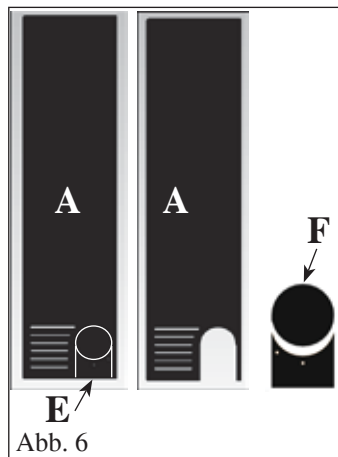
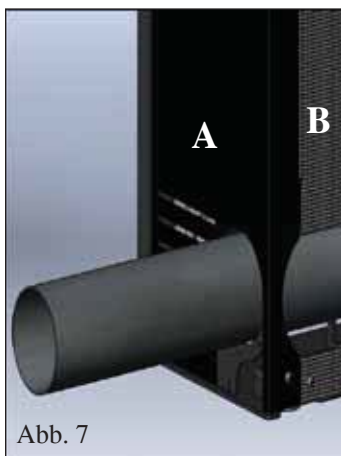
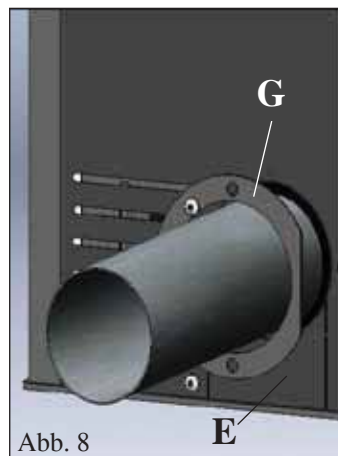

Abb. 6
Abb. 7
Abb. 8
Den vorgestanzten Einsatz entfernen (E - Abb. 6) von der zuvor abgeschraubten Metallseite (A), um ein Verlegen des (nicht im Lieferumfang enthaltenen) Rauchabzugs zu ermöglichen.
Vom Einsatz E (Abb. 6) den Teil entfernen F (Abb. 6). Metallverkleidung wieder anbringen A (Abb. 7), ebenso das Rückblech B (Abb. 7) und den Einsatz E ohne Teil F (Abb. 8).
Die im Lieferumfang enthaltene Verschlussrosette (Abb. 8), dazu die im Lieferumfang enthaltenen Schrauben verwenden.
Bei dieser Ausführung sind die vorderen Blechblenden des Ofens bereits vormontiert (M -N- Abb. 6).